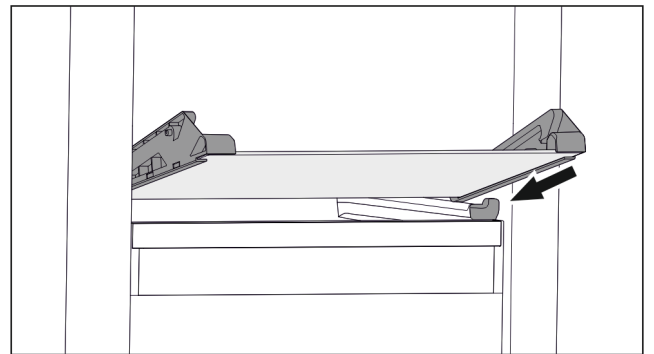

Fig. 108 Скляна пластина відкидного висувного ящика
- ▶ Встановити скляну пластину за стопорами навкоси. (див. Fig. 108)